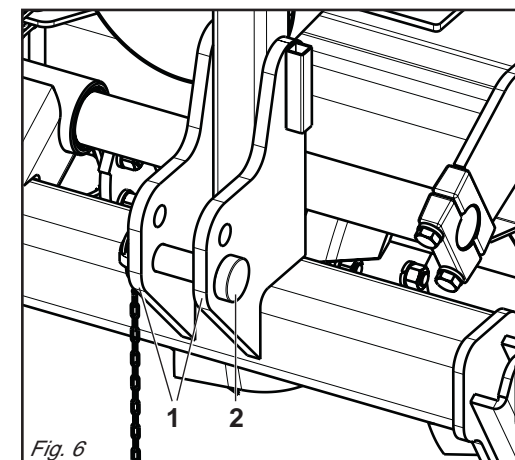

Fig. 6
la posizione più favorevole della macchina da applicare, inserendo i perni (2 Fig. 6) nei fori delle piastre a seconda e del giusto diametro.
- 1 - Accostare le barre del sollevatore ponendole all'interno delle piastre (1 Fig. 6), inserire il perno (2 Fig. 6) nel foro predisposto e bloccare con le copiglie a scatto.
avourable position for the machine according to the model in question. This is done by inserting the pins (2 Fig. 6) suitable plate holes.
- 1 - *Near the lift bars, setting them in plates (1 Fig. 6). Insert the pin (2 Fig. 6) into the relative hole and lock in place with the snap-in split pins.*
bestimmten Durchmesser haben, ist es für jedes Modell erforderlich, sie günstigste Anbauposition der Maschine festzulegen, indem man die Bolzen (2 Abb. 6) in die Löcher der Platten steckt, die je nach Bedarf und dem richtigen Durchmesser in Frage kommen. Der Hersteller haftet nicht für Schaden am Schlepper.
- 1 - Die Lenker des Krafthebers annähern und in die am besten geeigneten Platten schieben (1 Abb. 6). Den Bolzen (2 Abb. 6) in das Loch stecken und mit dem einrastenden Splint blockieren.
faudra donc déterminer la position plus favorable de la machine à monter, en mettant les axes (2 Fig. 6) dans les trous des suivant du diamètre convenable. Notre société décline toute responsabilité en cas de dommages au tracteur.
- 1 - *Approchez les barres du relevage en les plaçant à l'intérieur des plaques les (1 Fig. 6), introduisez l'axe (2 Fig. 6) dans le trou correspondant et bloquez par les goupilles à encastrement.*